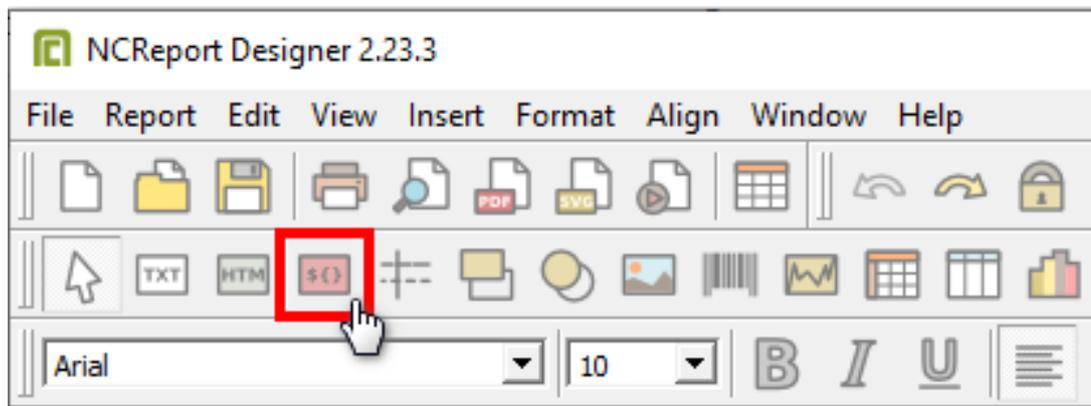

Рисунок 329 - Инструмент Field
1. Выберите инструмент Field (Рисунок 329).